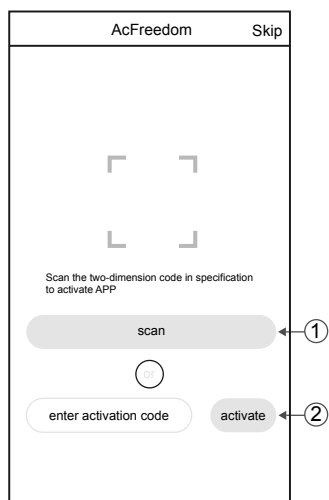

Fig. 1
2. Vous pouvez également scanner le «code QR» (voir Fig. 1), qui vous dirigera automatiquement vers l'interface de téléchargement d'AC Freedom pour vous de télécharger et d'installer le logiciel.
Une fois l'application installée, entrez dans la section de "Scan" (point 1, Fig. 1) à diriger sur la page d'accueil.